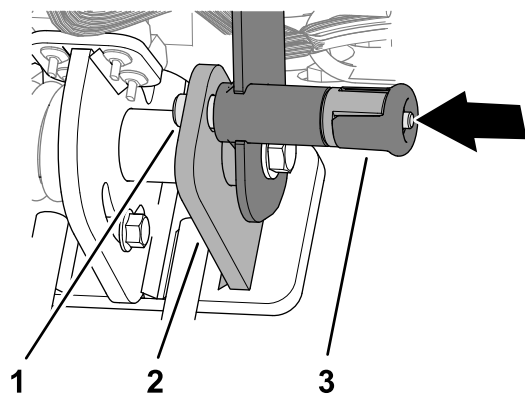

Figura 6
4. Gire el manillar hacia arriba y sujételo con el pestillo del manillar (Figura 6).